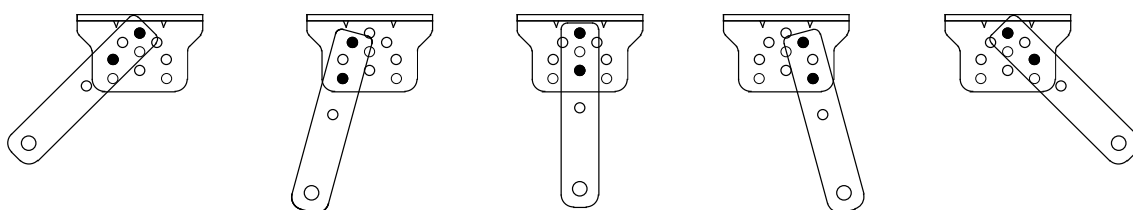

Figura 6
B) Consola de conectare și suportul de perete pot fi conectate în funcție de diferite condiții, vă rugăm să consultați figura 6.